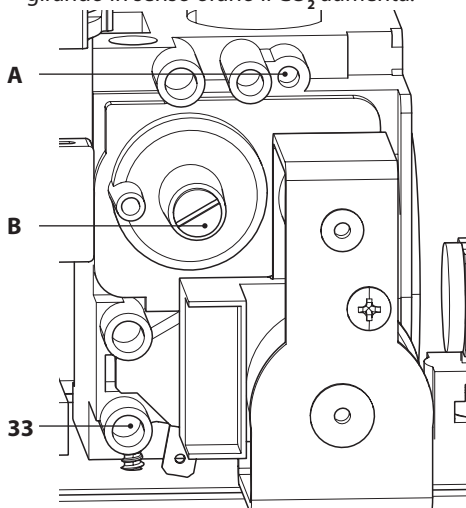

Figura 7.6
- A caldaia spenta (fuori servizio), controllare la pressione di alimentazione utilizzando la presa 33 in Figura 7.6 e confrontare il valore letto con quelli riportati nella tabella Pressioni di alimentazione gas nella sezione "Dati tecnici M260MR.2025 SV/T" a pag. 30 e "Dati tecnici M260MR.2530 SV/T" a pag. 34.
- Richiudere bene la presa di pressione 33 in Figura 7.6.
- Per tarare il **CO2** della caldaia (pressione del gas al bruciatore) svitare completamente il tappo in ottone di protezione **B** e agire sulla vite a brugola Ø 4 mm sottostante Figura 7.6, girando in senso orario il **CO2** aumenta.
- Se i due dati non coincidono agire sulla vite regolazione massimo RQ (A in Figura 7.6) della valvola gas e tarare il  $\text{CO}_2$  allo stesso valore riportato nella sezione "Dati tecnici M260MR.2025 SV/T" a pag. 30 e "Dati tecnici M260MR.2530 SV/T" a pag. 34 in tabella "Dati in sanitario". Girando in senso orario il  $\text{CO}_2$  diminuisce.